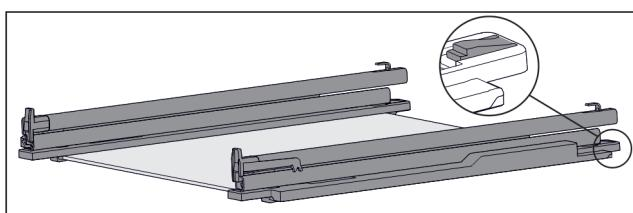

Fig. 115 带轨道和固定件的玻璃隔板
- ▶ 将固定件后部向下压 (参见 Fig. 115) , 同时向后推轨道。